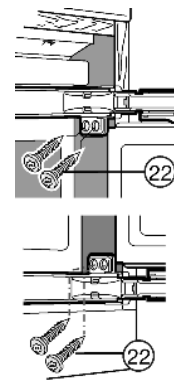

Fig. 16
- ▶ Skru foroven og forneden gennem hængslets lask med lange spånpladeskruer *Fig. 16 (22)*.